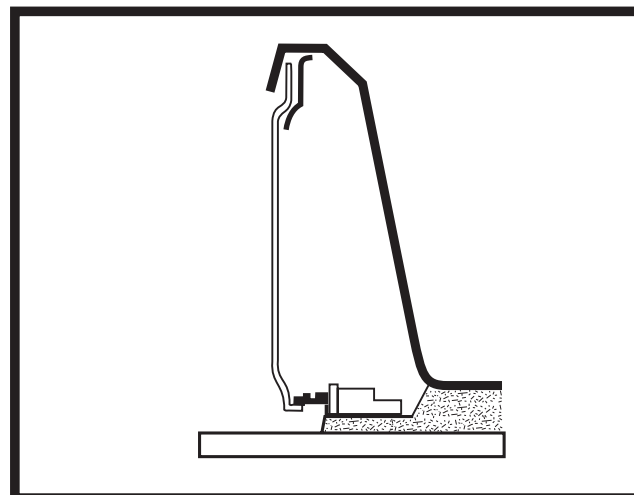

FIG. 7
e) Para instalar el lateral deberá introducir la aleta superior de este en el borde interior de la bañera, luego levántelo y calce los soportes dentados que se ubican en la parte inferior del lateral. (fig.7)